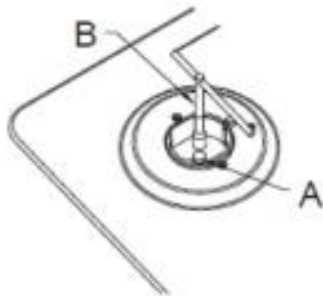

Abb. 6
- Byt ut injektorerna mot lämplig injektor från tabellen nedan (se fig. 6). Ta först bort brännarlocken och ringarna och skruva loss injektorn "A" (se fig. 6) med en hylsnyckel "B".